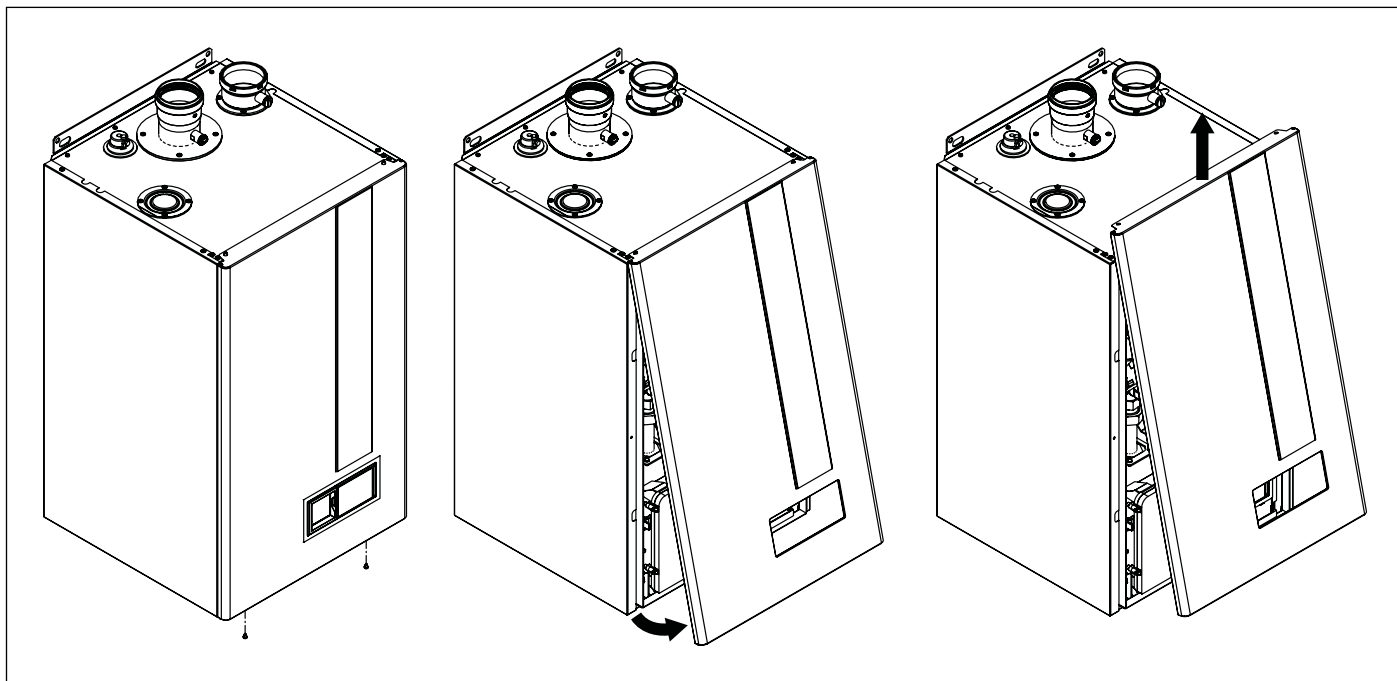

Рис. 34 Открытие облицовки
- Демонтируйте переднюю облицовку котла (см. Рис. 34 Открытие облицовки).